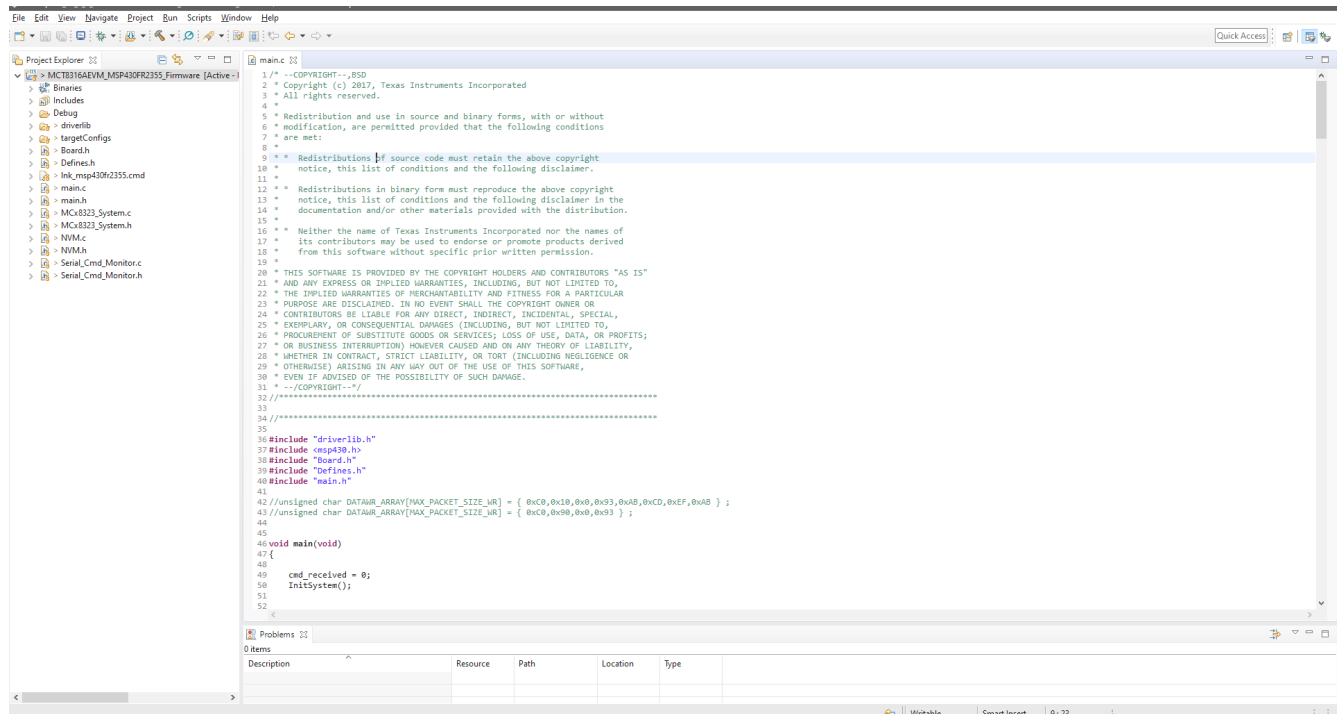

図 7-1. Code Composer Studio 内の MSP430FR2355 インターフェイス・ファームウェア・コード
- 図 7-1 に示すように、プロジェクト「MCT8316AEVM_MSP430FR2355_Firmware_GUI」をワークスペースにインポートします。